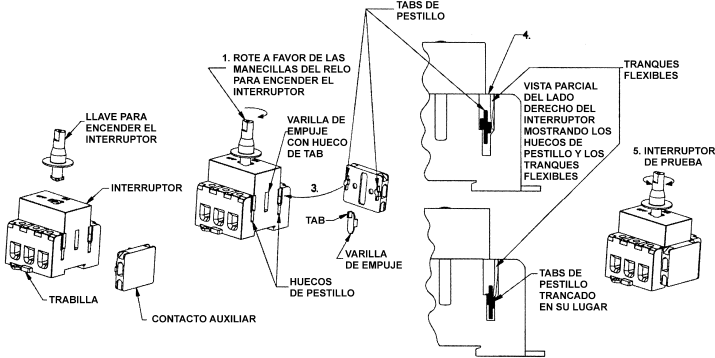

FIGURA 2
B. Enganchando el Contacto Auxiliar al INTERRUPTOR (VÉASE LA FIGURA 2)